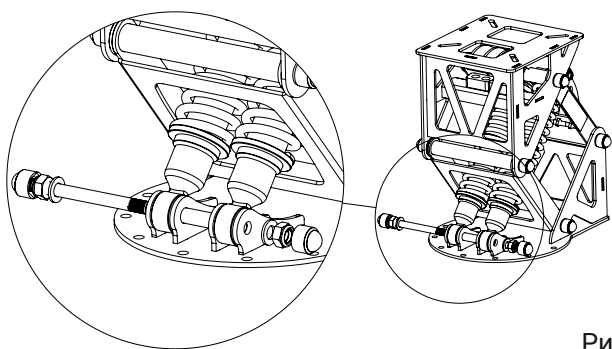

Рис. 1.
2. Установите амортизаторы (поз.2), соблюдая сторонность (верх/низ и левый/правый), в нижнее место крепления и зафиксируйте их шпилькой (поз. 5), шайбами (поз. 10) и гайками (поз. 8). Как показано на (рис.1).